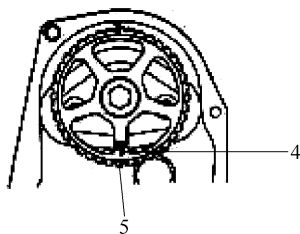

图 6-30 检查正时标记是否对齐
① 检查凸轮轴正时带轮的正时标记 4 与盖内的正时带标记 5 是否对齐，如图 6-30 所示。